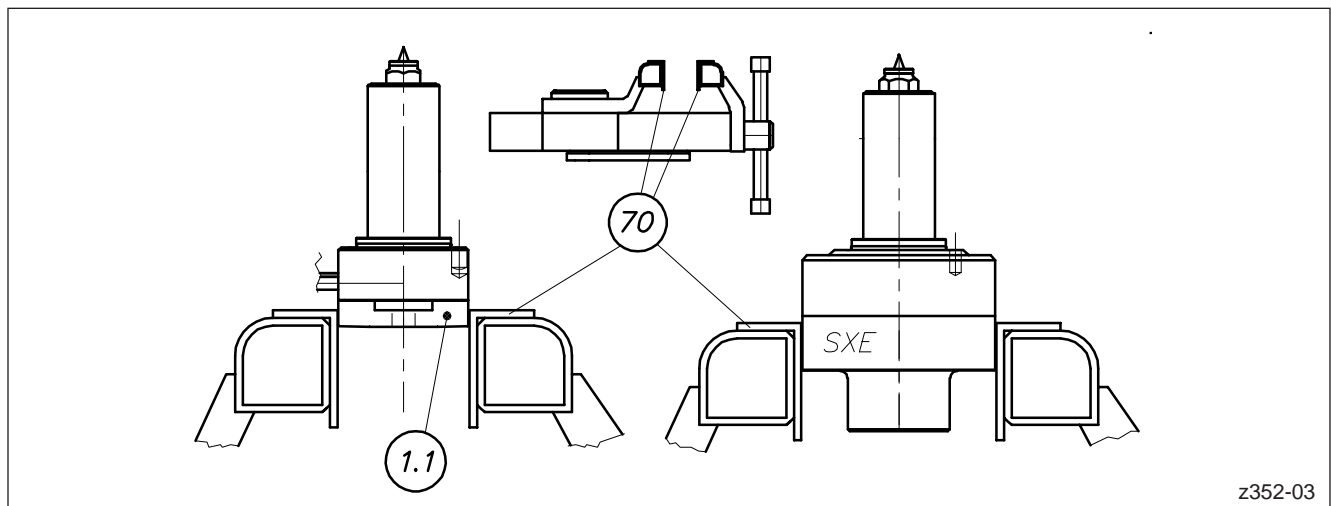

Abbildung 42: Einspannen der ausgebauten HPS III Düse im Schraubstock
Die Düse muss immer am Druckrohr (Pos. 1.1) eingespannt werden. Eine HPS III-SXE Einzeldüse wird am Körper eingespannt (vgl. Abbildung 42).
1. Für den Spitzenwechsel innerhalb des Werkzeugs Konturplatte (Pos. 56) in kaltem Zustand entfernen. Für den Spitzenwechsel bei ausgebaute Düse diese in den Schraubstock einspannen (vgl. Abbildung 42) und an ein Heizkanalregelgerät anschließen.